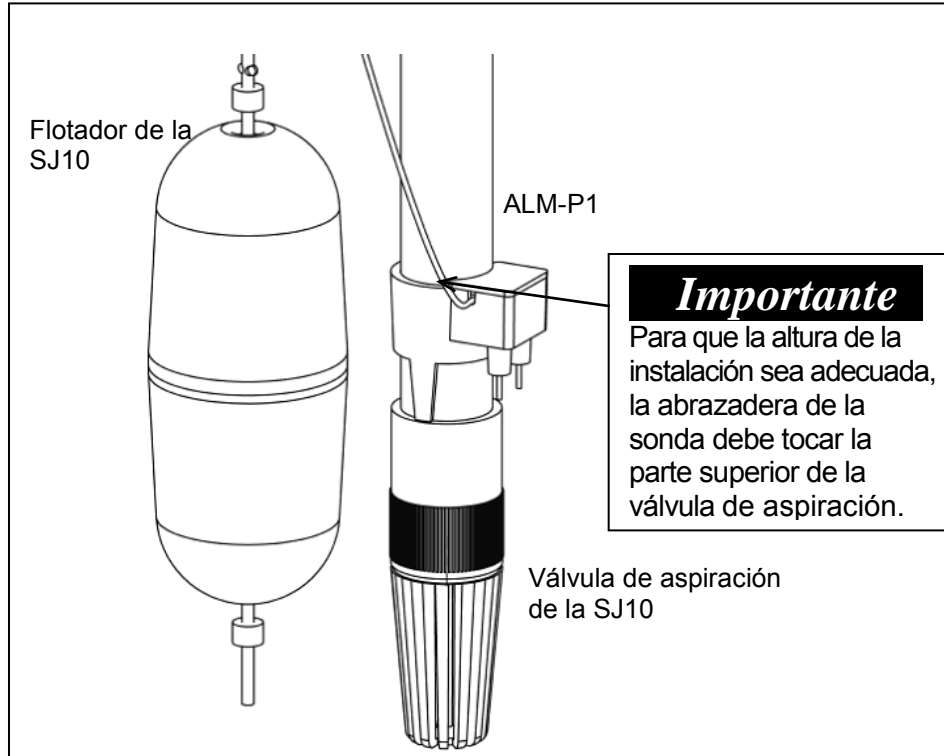

Figura 3
1. La ubicación correcta de la abrazadera del sensor de agua ya está determinada en el modelo SJ10, para que se dispare justo antes de activarse la bomba. Hay que colocar la abrazadera en el tubo de entrada de la bomba SJ10, de manera que la parte inferior de la abrazadera toque la parte superior de la válvula de aspiración de la bomba. Si no se coloca la abrazadera directamente contra la válvula de aspiración, es posible que la alarma no funcione correctamente. Hay que rotar la abrazadera para que las sondas apunten en sentido contrario al flotador de la bomba SJ10. Vea la Figura 3.